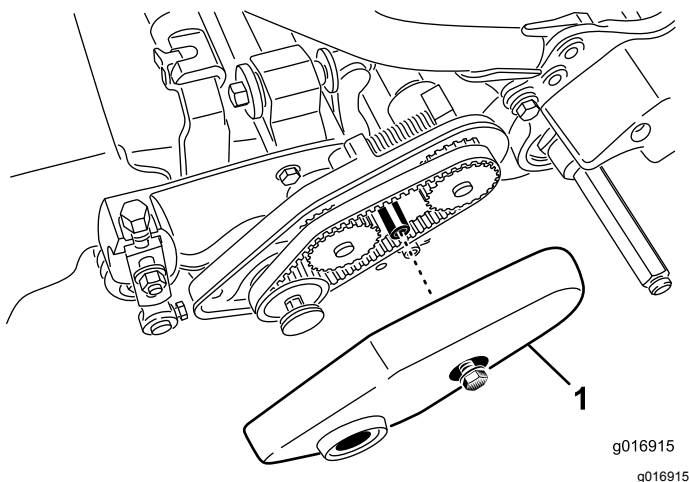

Рисунок 19
- Выверните болт с буртиком, который крепит крышку ремня, и снимите крышку ремня, чтобы открыть ремень (Рисунок 19).